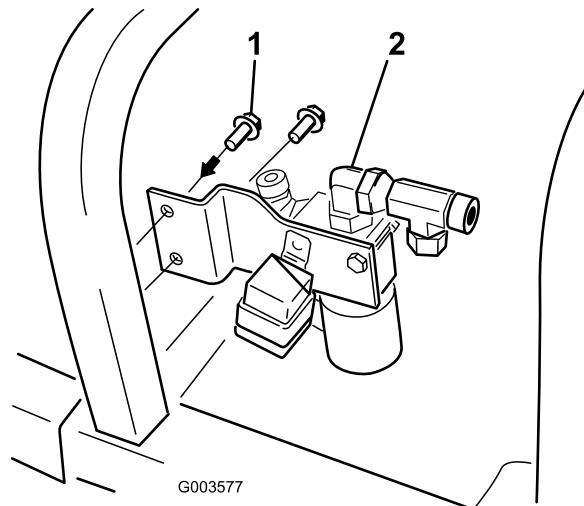

Figura 13
7. Instale el soporte de la válvula en el bastidor de la máquina con 2 tornillos de formación de rosca (9/32" x $\frac{3}{4}$ "); consulte la Figura 13.